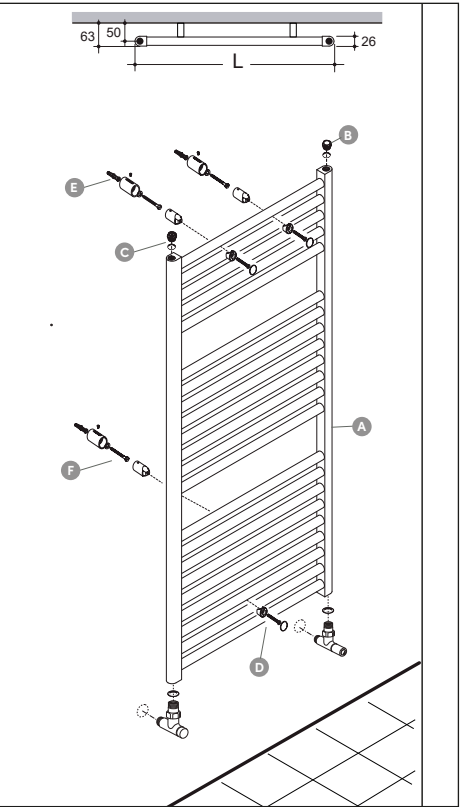

Figure 03
- Le purgeur doit toujours être installé du côté opposé à la vanne de réglage (voir Figure 03, page 29).